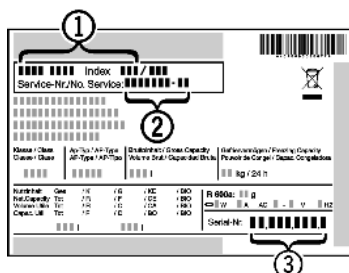

Fig. 6
→ Z typového štítku odčítajte označenie zariadenia Fig. 6 (1), servisné č. Fig. 6 (2) a sériové č. Fig. 6 (3). Typový štítek je na ľavej vnútornej strane zariadenia.
→ Upovedomte zákaznícky servis a oznámte chybu, označenie zariadenia Fig. 6 (1), servisné č. Fig. 6 (2) a sériové č. Fig. 6 (3).